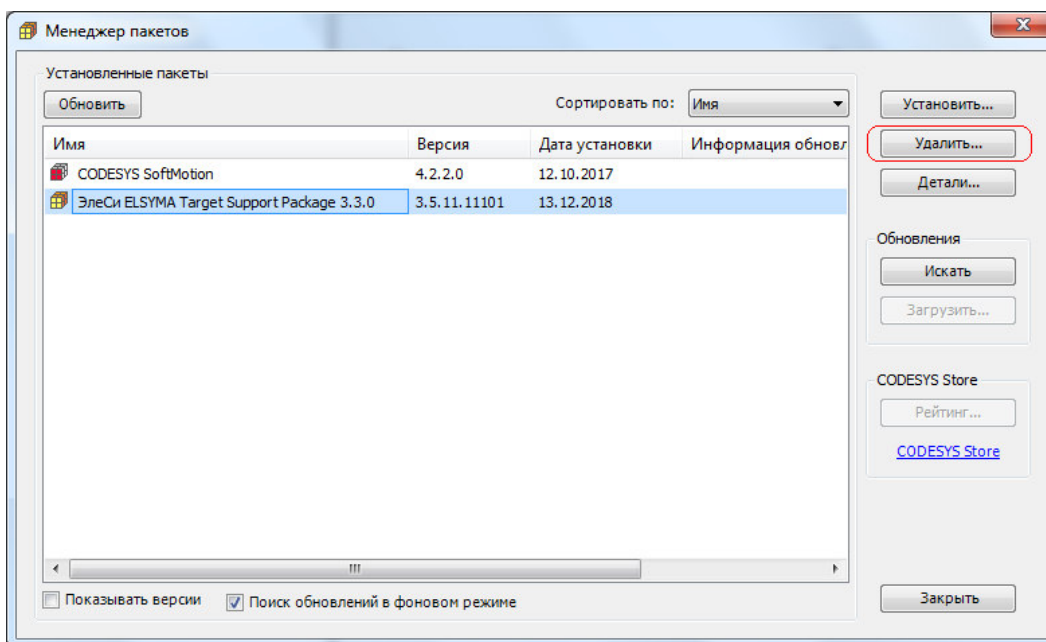

Рисунок 2.4 – Система разработки *CoDeSys*. Окно **Менеджер пакетов**.
2) В появившемся окне **Менеджер проектов** выбрать нажатием правой кнопки мыши необходимый для удаления *TSP* и нажать кнопку «Удалить...» (рисунок 2.4).